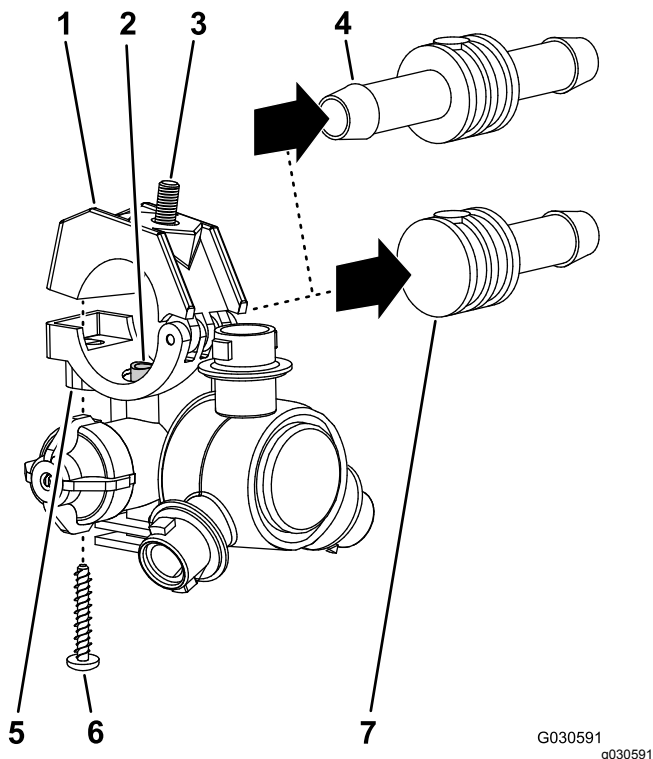

Рисунок 48
- Отверните винт из нержавеющей стали (12 x 1-1/4 дюйма), который крепит верхнюю половину зажима и хвостовик двухстороннего или одностороннего шлангового штуцера типа «елочка» (3/4 дюйма) к корпусу распылительного сопла, и отделите хвостовик шлангового штуцера типа «елочка» и шланг от сопла (Рисунок 48).